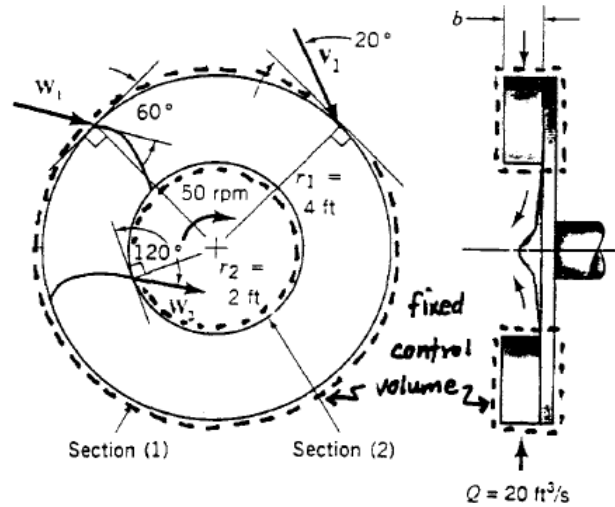

Figura 2: Turbina
- P2.** Una Turbina de Agua Rota a 50 rpm en la dirección mostrada en la Figura 2, posee un radio interno  $r_2 = 2[ft]$  y una radio externo  $r_1 = 4[ft]$ . El vector de velocidad absoluta a la entrada de la turbina forma un ángulo con la tangente de 20 grados. El ángulo de entrada de los alabes es de 60 y el de salida de 120 grados. El gasto volumetrico de agua que pasa a través de la turbina es de 20  $[ft^3/m^3]$ . Determine: